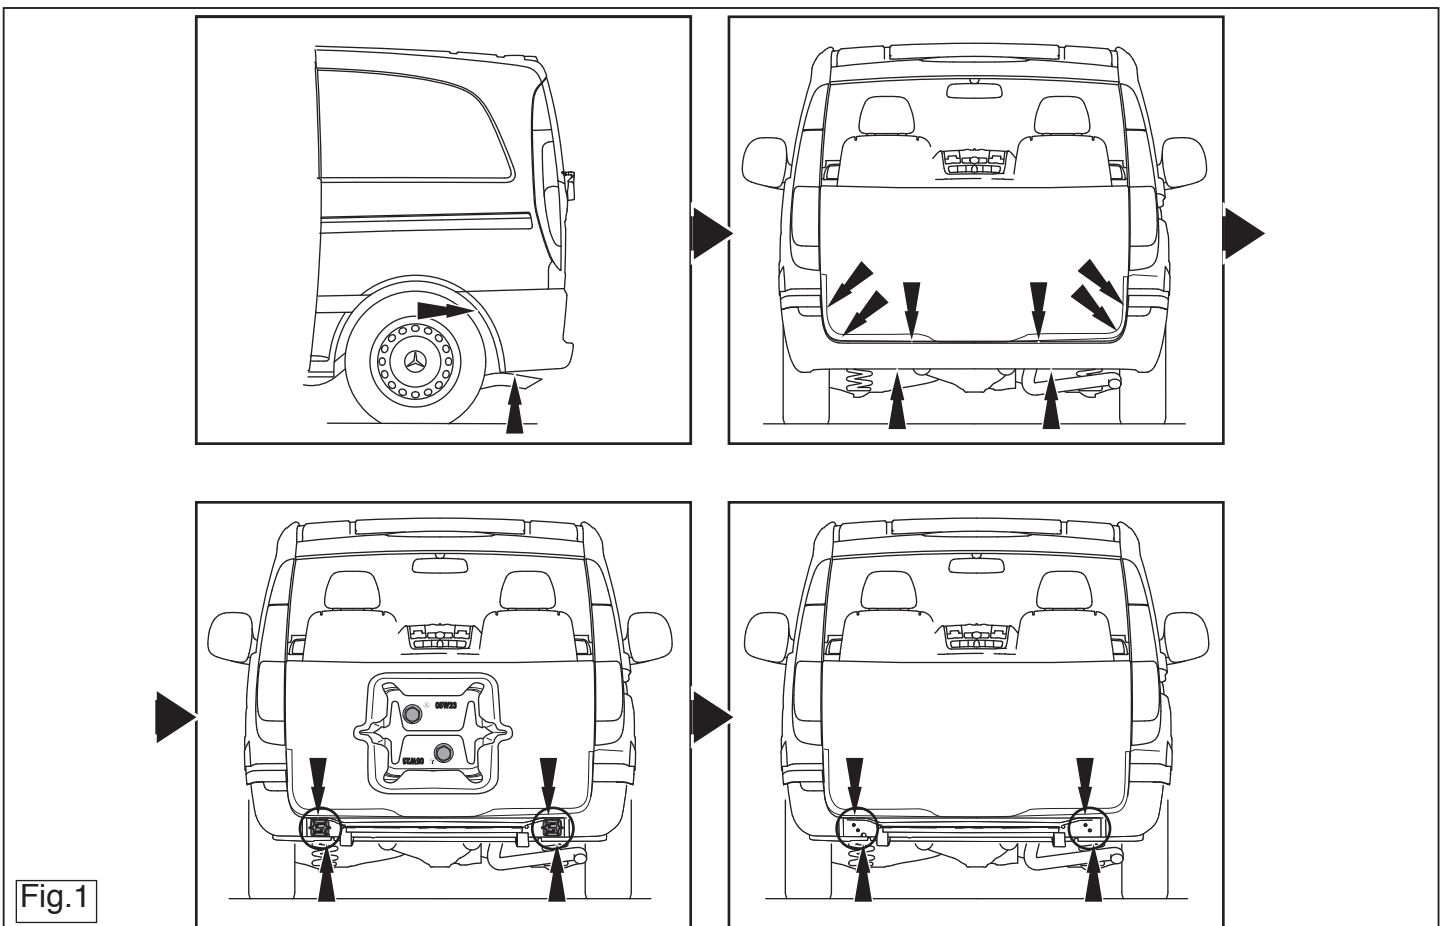

Fig.1
3. Remove the bumper (See figure 1).
4. Dismount the metal cover panels LH and RH side in the position of the frame members. These are fixed with 4 bolts. The cover panels will no longer be used (See figure 1).
3. Démontez le pare-chocs. (Voir la figure 1).
4. Démontez les panneaux de couverture métallique à gauche et à droite au niveau des longerons du châssis. Ils sont fixés avec 4 boulons. Repacer les boulons. Les panneaux de couverture métallique ne seront pas remontés (Voir la figure 1).